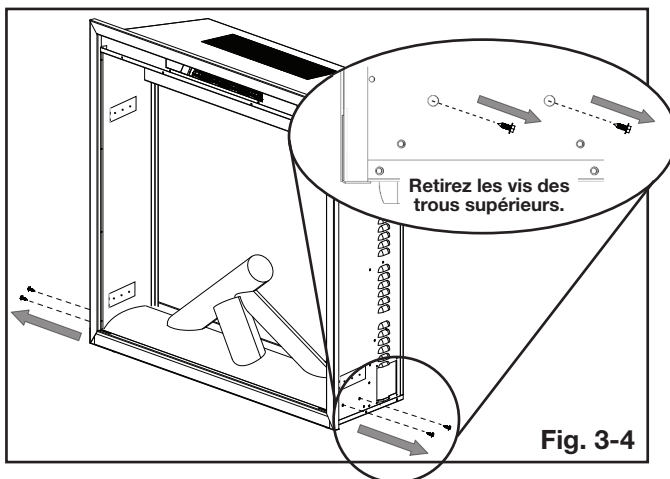
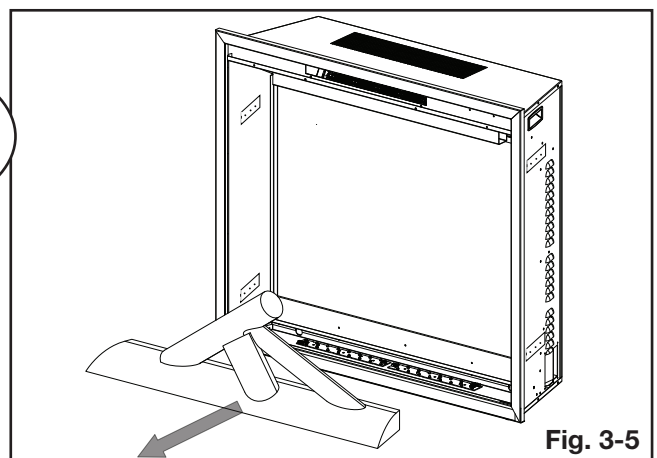

Fig. 3-4
Fig. 3-5
4. **POUR NEFB36H-BS-1 UNIQUEMENT:** Retirez les 4 vis qui maintiennent l'ensemble de bûches en place (Fig. 3-4) puis retirez délicatement l'ensemble de bûches. Mettez de côté la bûche (Fig. 3-5) et jetez les 4 vis.